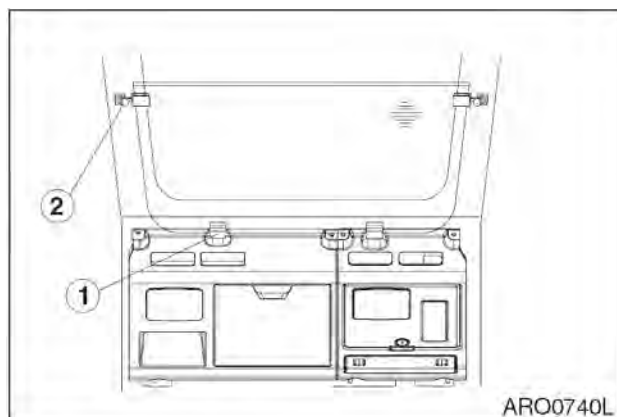

Рис. 100
- Установить нижнее стекло в резиновые держатели (1, рис. 100), расположенные за сиденьем водителя. Прикрепить окно правой и левой ручками (2) к корпусу кабины.